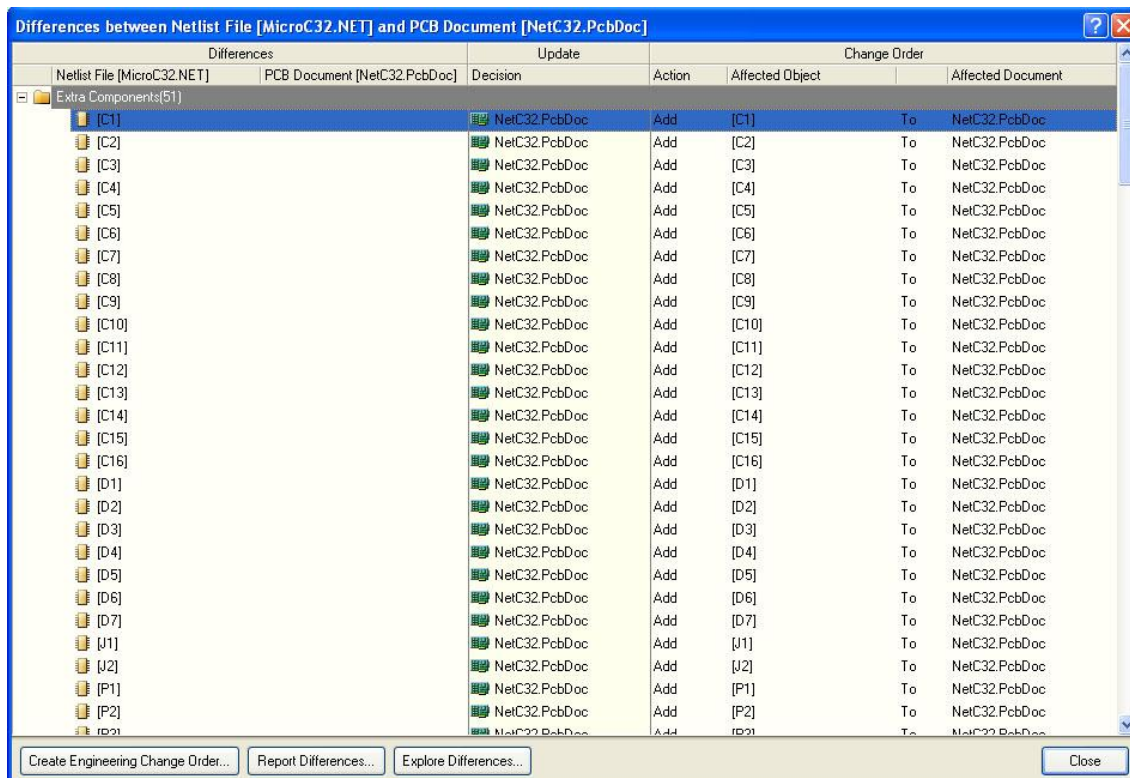

Figura 3.48 Diferencias seleccionadas para el nuevo documento.
10. Es posible realizar la transferencia de forma global actuando sobre el botón derecho del mouse y elegir la opción **Update All in**. Figura 3.48